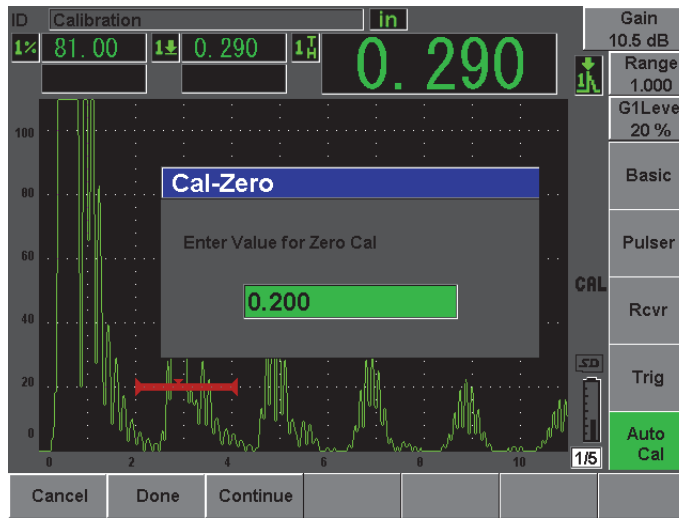

Figura 10-2 Inserindo o valor da espessura da calibração de zero
7. Uma vez que uma leitura constante é obtida, selecione **Auto Cal > Cal-Zero**. A tela congela e a caixa de texto **Cal-Zero** aparecem (veja Figura 10-2 na página 160).
- Uma vez que uma leitura constante é obtida, selecione **Auto Cal** > **Cal-Zero**. A tela congela e a caixa de texto **Cal-Zero** aparecem (veja Figura 10-2 na página 160).